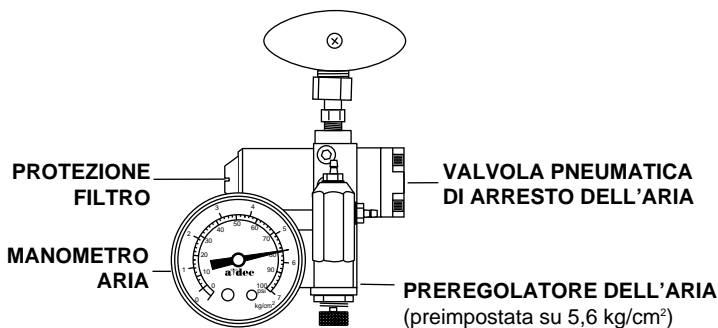

Figura 19. Valvola di arresto manuale dell'aria
1. Assicurarsi che la valvola di arresto manuale sia completamente aperta (in senso antiorario). Accendere il sistema e controllare il manometro nel compartimento servizi (vedere la figura 19). La pressione dell'aria deve essere di circa 4,9–5,6 Kg/cm².